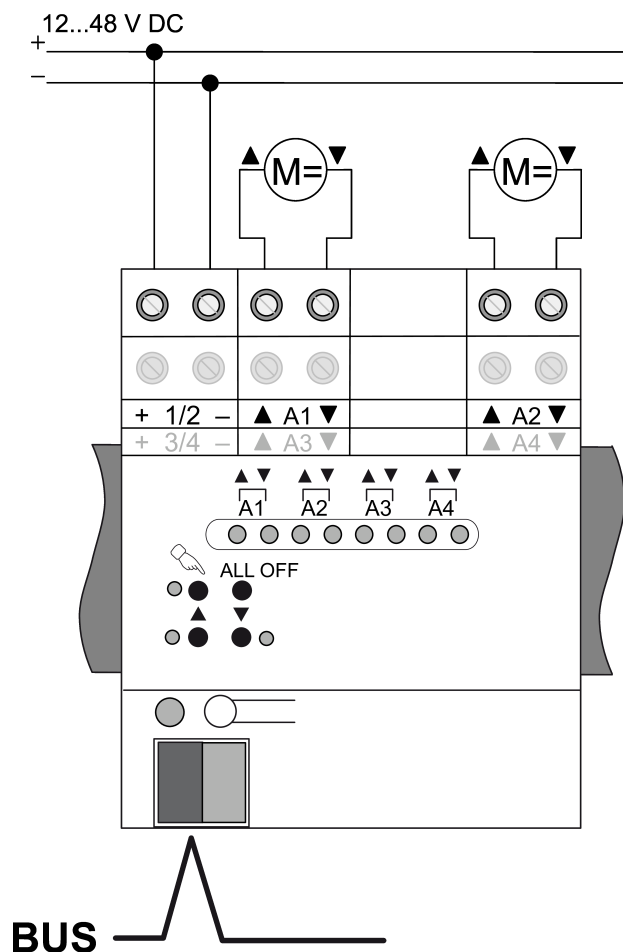
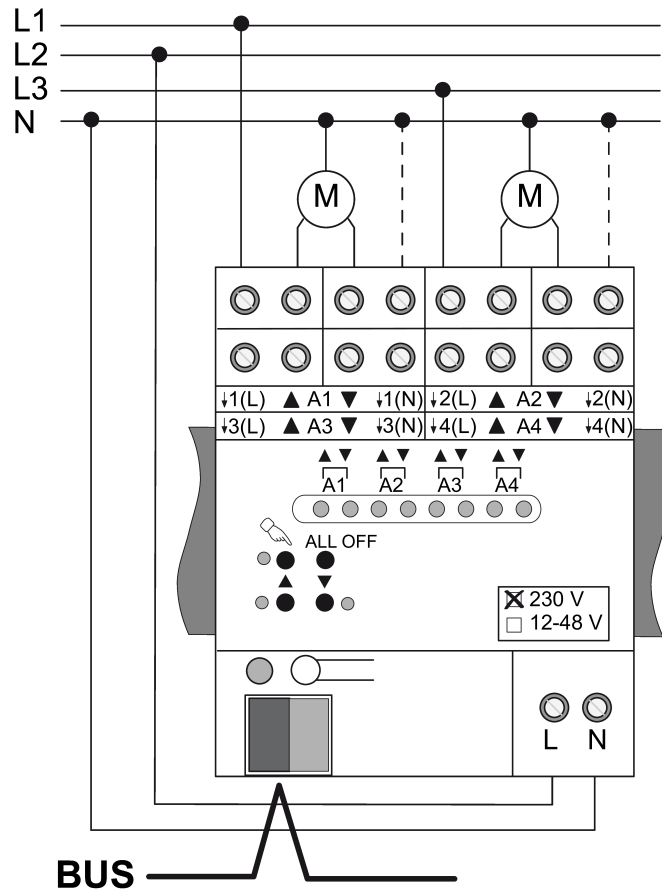

Bild 3: Anschlussbeispiel Jalousieaktor DC
Bild 4: Anschluss Bus und Netzspannungsversorgung
- Busleitung mit KNX Anschlussklemme polungsrichtig anschließen (siehe Bild 3), (siehe Bild 4).
- Versorgungsspannung an die Klemmen **1/2** bzw. **3/4** anschließen (siehe Bild 3).
- Motoren an Lastklemmen **A1 ... A4** anschließen (siehe Bild 3).
- Netzspannungsversorgung anschließen (siehe Bild 4).